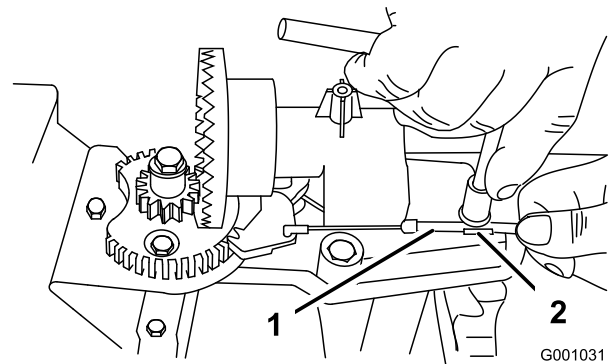
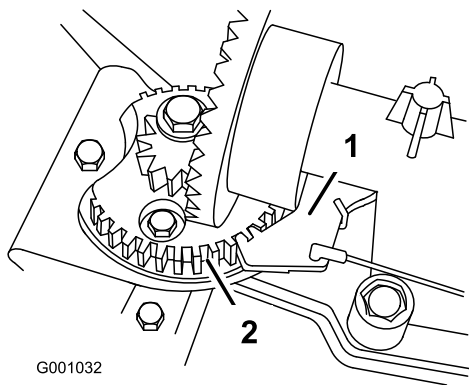

Bild 59
Bild 60
2. Lösen Sie die Schraube an der Kabelklemme (Bild 59).
3. Fassen Sie den Kabelstrang an und schieben Sie ihn nach vorne an der Maschine, bis der Auswurfkanalriegel ganz in die Zahnräder des Getriebes greift (Bild 59 und Bild 60).
Hinweis: Der Riegel ist gefedert und ist so konstruiert, dass er in die Zahnräder des Getriebes greift (Bild 60).